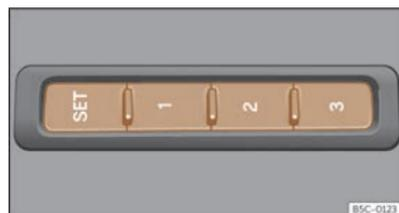

Fig. 73 Nella parte laterale esterna del sedile del conducente: tasti di memoria.
- Premere il tasto **SET** per più di 1 secondo >>> **fig. 73**.